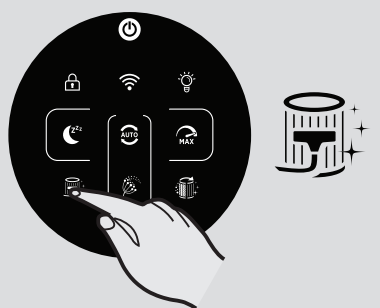

Fig. 12
**VARSLINGSFUNKSJON FOR FILTERRENS [Fig. 12]:**
- Trykk og hold inne FILTERRENS-knappen eller FILTERERSTATNING-knappen i 3 sekunder til du hører en alarm som varsler om at nullstillingen lyktes, og knappen deaktiveres. [Fig. 12,13]